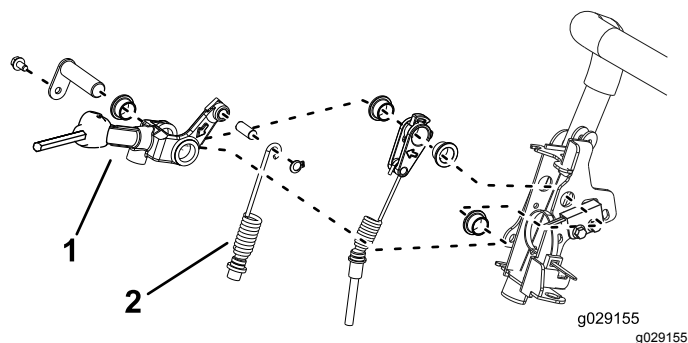

図 5
10. 既存の走行ブラケットから、走行レバーと走行ケーブルを外す 図 5。金具類はすべて保管すること。